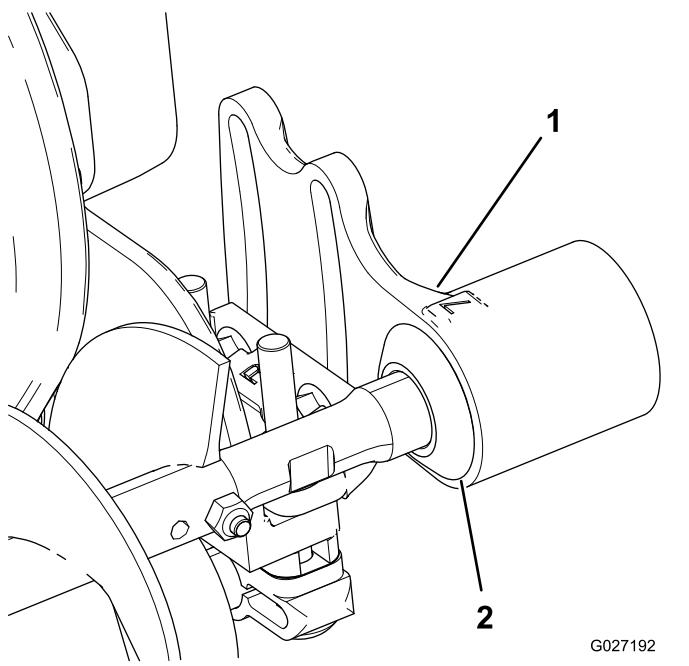

図 10
- 各エクスクルーダシールを外側にずらし、シールのリップがそれぞれのベアリングハウジングに軽く接触するようにする図 10。